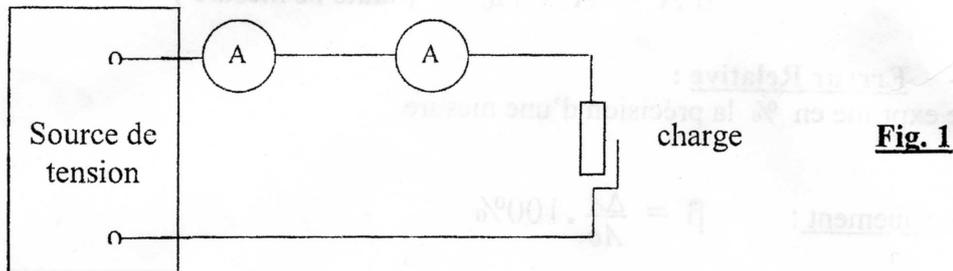

Fig. 1
L'appareil à étalonner (vérifier) A et l'appareil étalon A_0 sont tous deux insérés en série dans un circuit parcouru par une intensité réglable I (fig:1) . Pour chaque valeur choisie sur l'appareil A , on relèvera la valeur exacte correspondante sur l'appareil A_0 , Tableau (2).